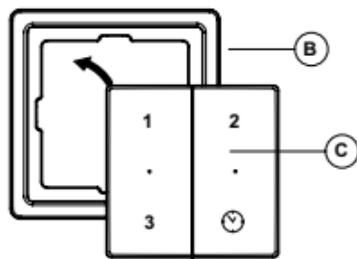

Fig. 5.
2. Plaats de draadloze schakelaar C (fig.5) zodanig in het frame B, dat hij vastklikt.